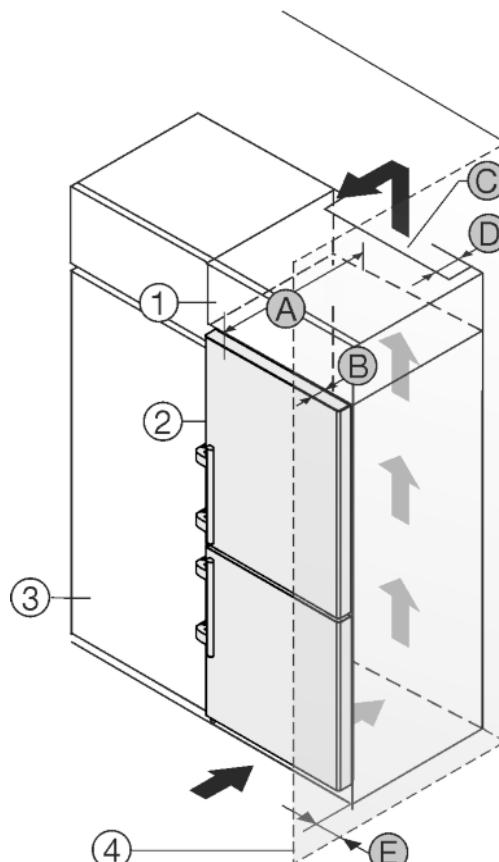

Fig. 43
Устройство может быть окружено кухонными шкафами. Чтобы уравнять устройство Fig. 43 (2) по высоте с кухонной стенкой, можно установить над устройством дополнительный шкафчик Fig. 43 (1).
Установить устройство можно непосредственно рядом с кухонным шкафом Fig. 43 (3). Чтобы можно было полностью открыть двери, устройство должно выступать на глубину Fig. 43 (B) относительно передней стенки кухонного шкафа. В зависимости от глубины кухонных шкафов и использования пристенных распорок устройство может выступать и больше.
- На задней стенке дополнительного шкафчика должен быть вентиляционный канал с глубиной Fig. 43 (D) по всей ширине этого шкафа.
- Нужно соблюдать вентиляционное отверстие Fig. 43 (C) под нижней панелью.
Если устройство установлено на шарнирах у стены Fig. 43 (4), то нужно соблюдать расстояние Fig. 43 (E) между устройством и стеной. Настолько выступает ручка при открытой дверце.